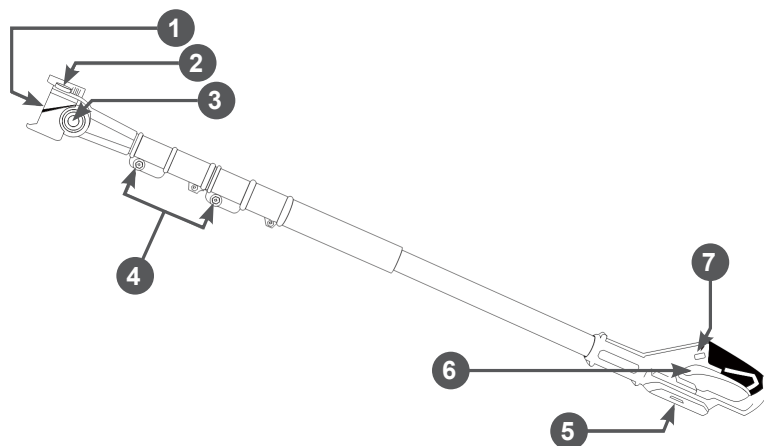

Рис. 1 Основные узлы и органы управления
2. Повернуть фиксатор 2 (Рис.1) по часовой стрелке на 90° , после чего установить инструмент в платформу для инструмента 1 (Рис. 1), задвинув его в разъем до характерного щелчка.
3. Нажав кнопку блокировки положения инструмента 3 (Рис.1), отрегулировать угол наклона инструмента относительно штанги.
4. Отрегулировать длину штанги удлинителя, для этого открутите винты 4 (Рис. 1) и вытяните телескопическую штангу до необходимой Вам длины, после чего снова закрутите винты.
5. Установить аккумулятор, извлеченный из инструмента, в аккумуляторный отсек 5 (Рис.1) удлинителя, задвинув его в разъем до щелчка.
3. Повернув фиксатор 2 (Рис.1) по часовой стрелке на 90° , снимите инструмент, сдвинув его в разъем